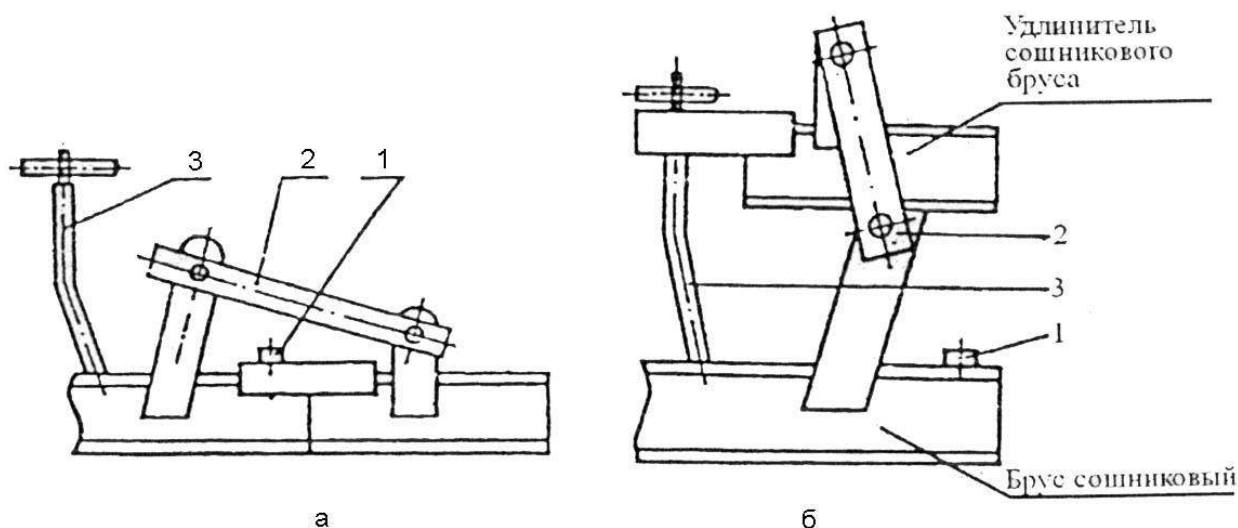

Рис. 12. Схема перевода удлинителей сошников бруса сеялки СПУ-4 из рабочего положения в транспортное и обратно:
4.3.3. Для сеялки СПУ – 4 удлинители сошников бруса ( левый и правый ) перевести в рабочее положение, для чего отвернуть болт 1 ( **рис.12** ) и вынуть шплинт на транспортной стойке 3. За рукоятку на тяге 2 опустить удлинитель на основной сошниковый брус и завернуть болт 1. Перевод в транспортное положение осуществляется в обратной последовательности.